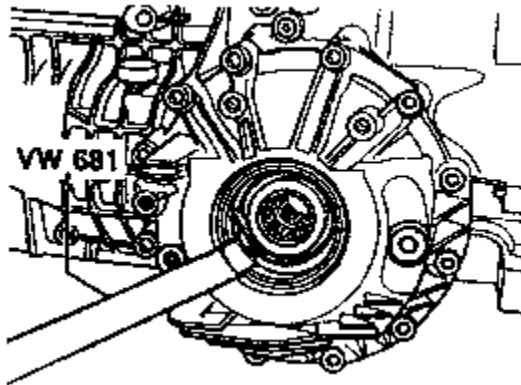

图 8-100 取出法兰轴油封
- (4) 放好接油槽 V.A.G1306。取出右侧法兰轴，如图 8-100 所示，用 VW681 取出法兰轴油封。
(7) 拆下左侧法兰轴，取出油封（见图 8-100）。注意压出杆必须放在油封的两个唇口